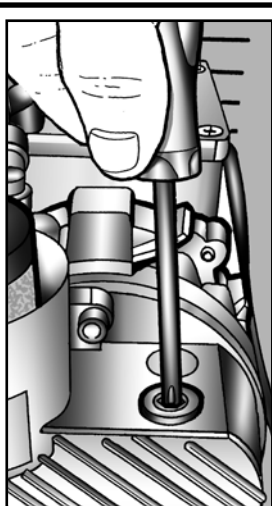

Fig. 10
- 7) Dévisser le bouchon de vidange sur la partie supérieure de la pompe à l'aide d'une clef hexagonale (**Fig. 10**).